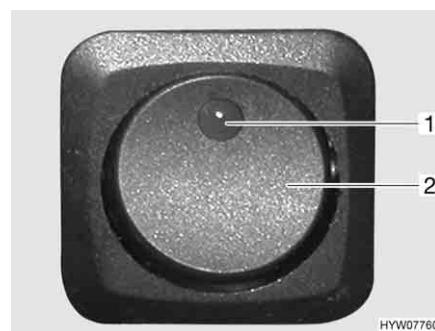

Fig. 26 Interruttore per riscaldamento degli specchietti
- Premere l'interruttore (Fig. 26,2). La spia rossa di controllo (Fig. 26,1) nell'interruttore indica il funzionamento.